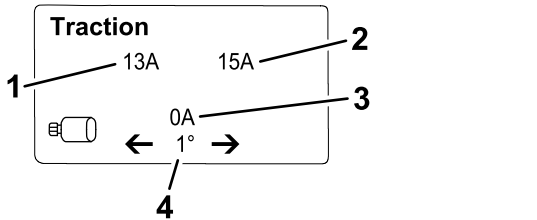

Рисунок 22
- Экран информации о тяговом приводе** (Рисунок 22) показывает текущий угол поворота рулевого колеса и силу тока, выделенную для каждого тягового двигателя.